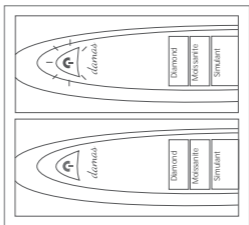

图3
3. 按下开关按钮，打开该检测仪。一旦“准备就绪”灯停止闪烁，检测仪可进入校准状态，如图3所示。该过程可能需要15秒钟。如15秒钟后“准备就绪”灯光继续闪，则该探头位置可能不正确。重复1和2的步骤。